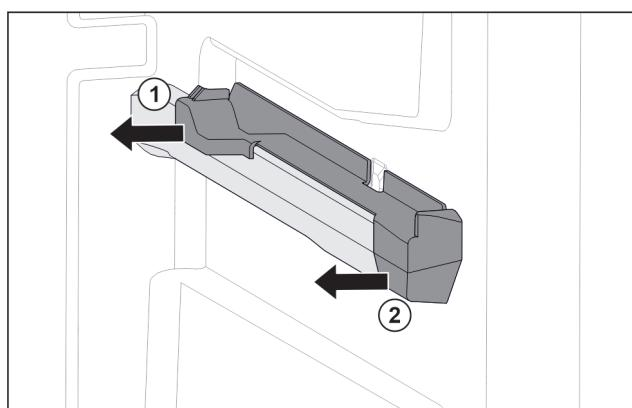

Fig. 93 Násuvný diel na pravom rebre nádoby
- Stiahnite násuvný diel vzadu do strany. Fig. 93 (1)
- Stiahnite násuvný diel vpred do strany. Fig. 93 (2)